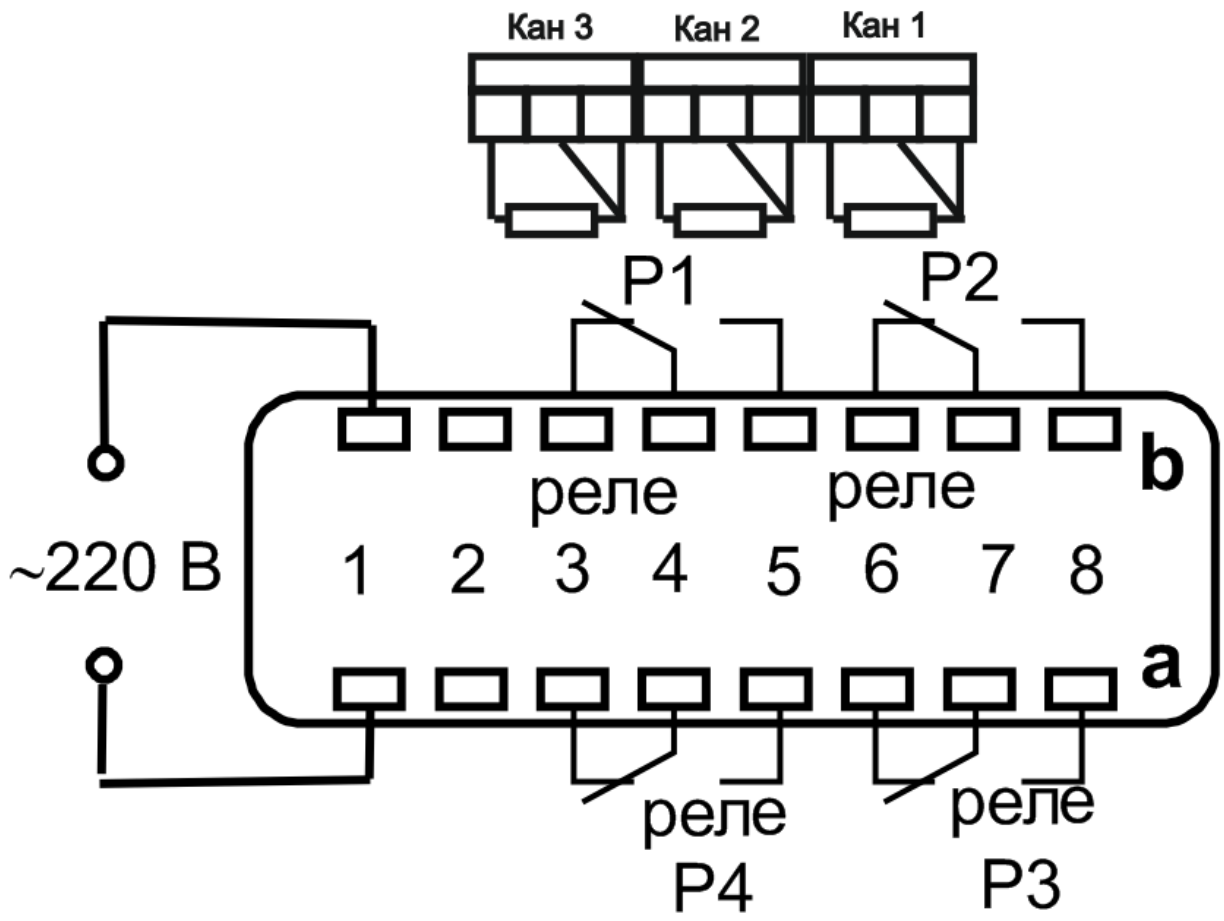

Рис. 2
**4.1** Подключить прибор согласно Рис.2 ПРИЛОЖЕНИЯ при выключенном общем питании. Проверить правильность подключения прибора и заземления.